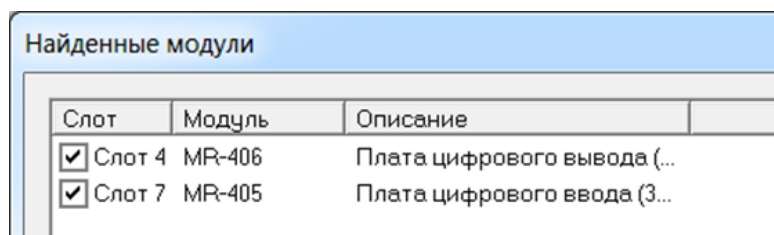

Рисунок 16 - Найденные модули
6) Далее следует определить состав модулей, установленных в комплекс МІС-236 и распознаваемых программой Recorder. Для этого, выделив строку **RXI-Крейт – Ethernet КрейтRXI-контроллер с/н: 0713**, следует нажать кнопку  - **Найти модули** в нижней части закладки **Аппаратные свойства**. В открывшемся окне **Найденные модули** (см. рисунок 16) отметить включаемые в конфигурацию модули и нажать **ОК**.